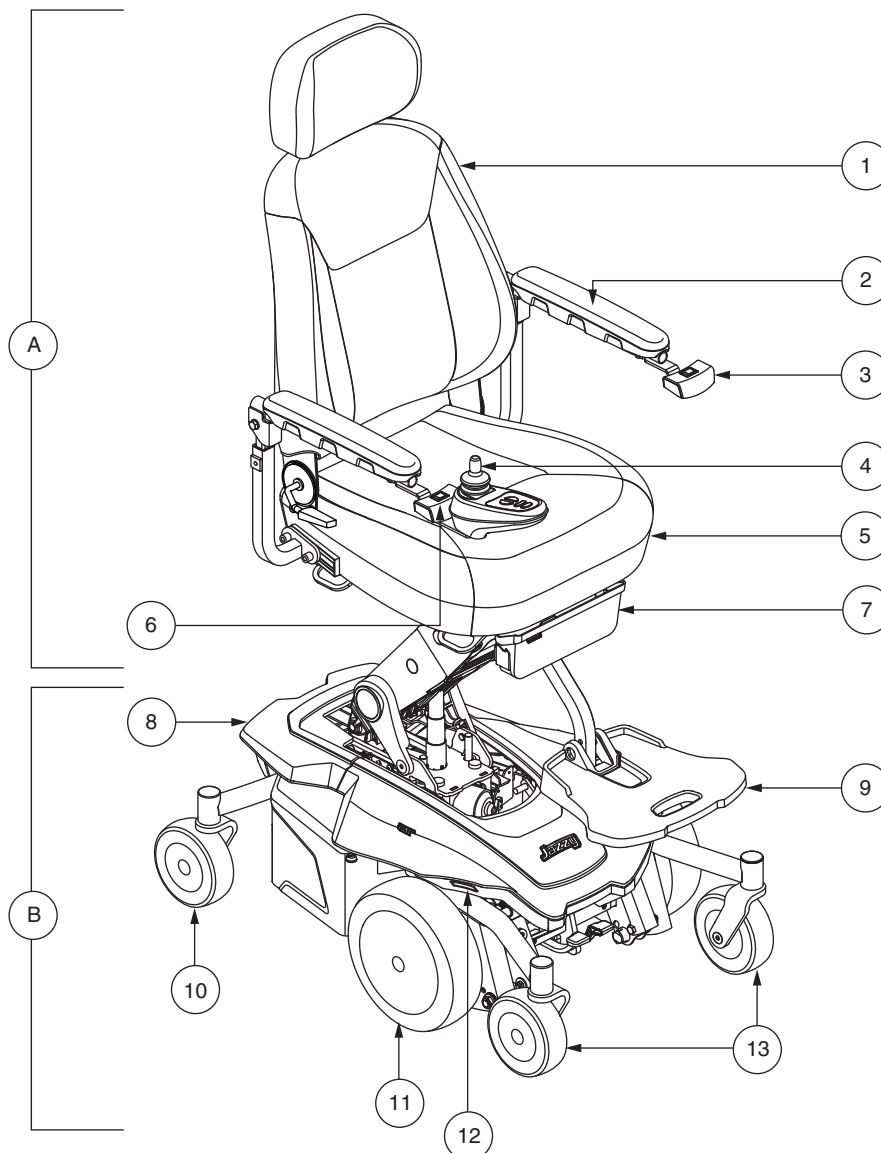

Figure 1. Le Jazzy Air® 2
Votre fauteuil possède deux composantes principales: le module de siège (A) et la base motorisée (B). **Voir la figure 1.** Typiquement, le module de siège est composé des accoudoirs, du dossier et de la base du siège. La base motorisée est composée de deux modules moteur/frein, deux roues motrices, quatre roulettes articulées, deux batteries et une couette de câblage. **Voir les figures 1, 2, et 3.**
Votre fauteuil motorisé est équipé de feux de gabarit. Les feux sont composés de DEL blanches à l'avant et DEL rouges à l'arrière et sont montés sur le carénage de votre base motorisée. **Voir la figure 1.**